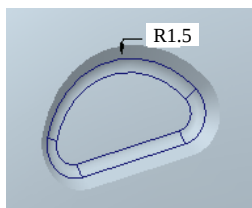

图 4.6.19 创建圆角
(6) 输入偏距值 1.0。斜角值 50.0；单击“完成”按钮 。
Step11. 创建图 4.6.19 所示的圆角。单击 **模型** 功能选项卡 **工程** 区域中的 **倒圆角** 按钮，在模型上选择偏移特征的内边线创建圆角；输入圆角半径值 1.5；单击“完成”按钮 ，完成特征的创建。